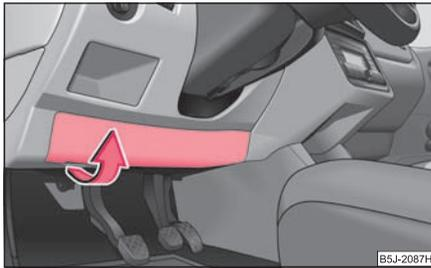

Abb. 199 Untere Seite der Schalttafel: Sicherungsdeckel
- Schwenken Sie vorsichtig den Deckel in Pfeilrichtung und nehmen Sie diesen heraus ⇒ Abb. 199.